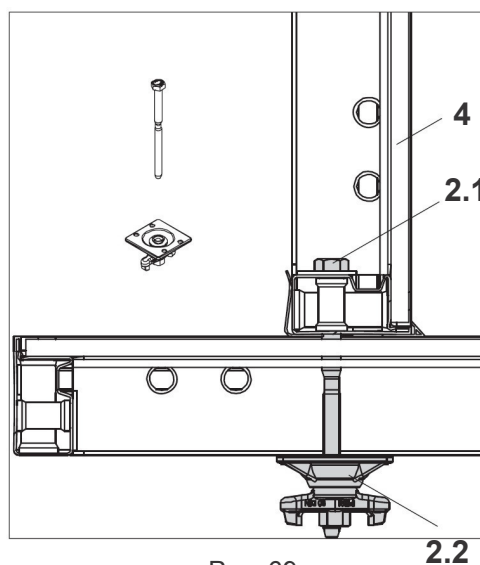

Рис. 69
3. Вставить колонный болт (2.1) через панель и затянуть с наружной стороны с помощью шарнирной гайки-шайбы (2.2) (Рис. 69)